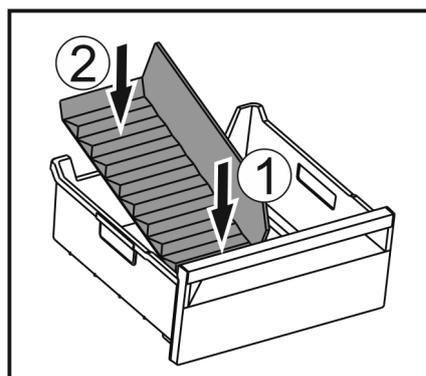

Fig. 175
- ▶ Vorderen Teil des Eisfach-Trenners einsetzen. *Fig. 175 (1)*
- ▶ Hinteren Teil des Eisfach-Trenners bis zum Schubfachboden absenken. *Fig. 175 (2)*